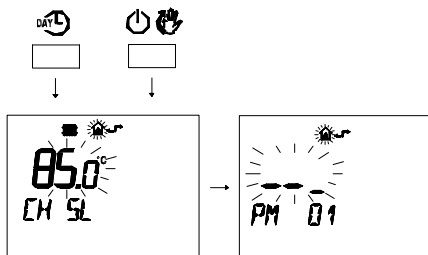

Figura 5.50
- Pulse simultáneamente los botones  y  para entrar en la modalidad de programación transparente (Figura 5.50)